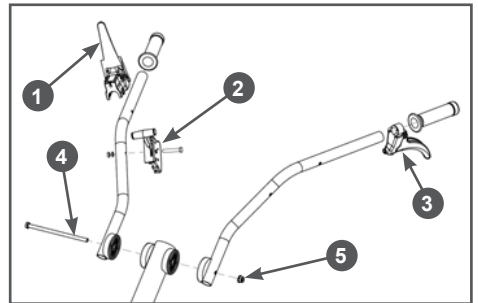

Рис. 7 Установка рукояток управления
7. Установите на рукоятки управления рычаг 1 сцепления, рычаг 2 газа и рычаг 3 разблокировки левой полуоси (Рис. 7).
8. Установите рукоятки управления на стойку (Рис. 7). Совместите отверстия в рукоятках и стойке, вставьте болт 4 и закрутите гайку 5 крепления рукояток.